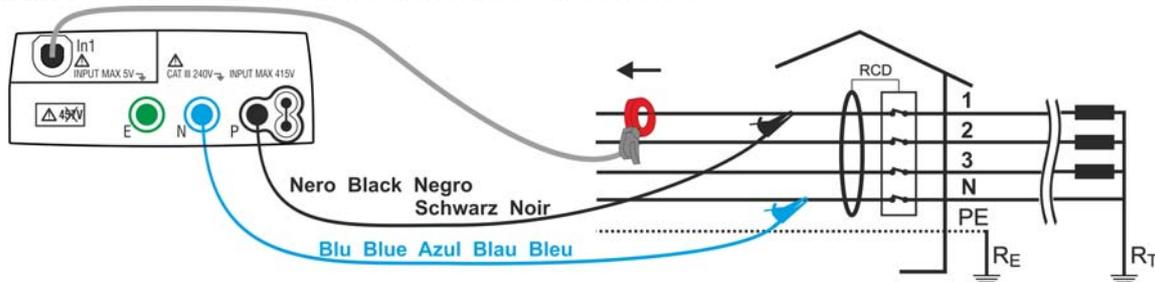

Fig. 31: Misurazione dei parametri di rete in impianti monofase, bifase o trifase
4. Collegare la pinza esterna e le sonde voltmetriche in accordo alla Fig. 31. La freccia presente sulla pinza deve seguire il verso in cui fluisce la potenza, dal generatore verso il carico quindi